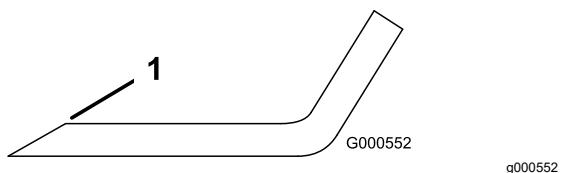

Figure 119
1. Au moyen d'une lime, aiguisez les tranchants aux deux extrémités de la lame (Figure 119).
**Remarque:** Si la lame est déséquilibrée, limez un peu l'extrémité de l'ailette seulement (Figure 119).